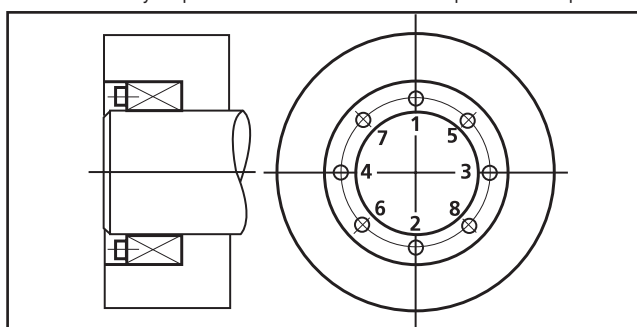

Figura 16: Secuencia de apriete
- 3) Apriete gradualmente el tornillo de sujeción en la secuencia indicada en la figura 16: Secuencia de apriete.